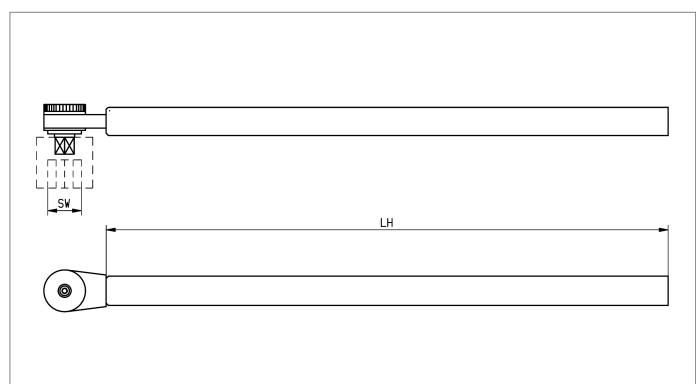

Bild G.1: Ratschenschlüssel
Durch Drehen an der Spindel im Uhrzeigersinn wird gehoben, entgegen dem Uhrzeigersinn wird gesenkt. Empfohlen wird die Verwendung eines Ratschenschlüssels (siehe Bild G.1). Die Schlüsselweite (SW), die Hebelarmlänge (LH) sowie der nötige Kraftaufwand sind in Kapitel D „Technische Daten“ angegeben.